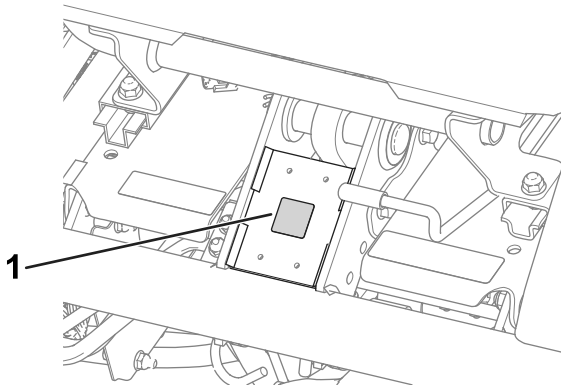

Figura 8
- Coloque o autocolante de conformidade CE debaixo da parte dianteira do banco (**Figura 8**).